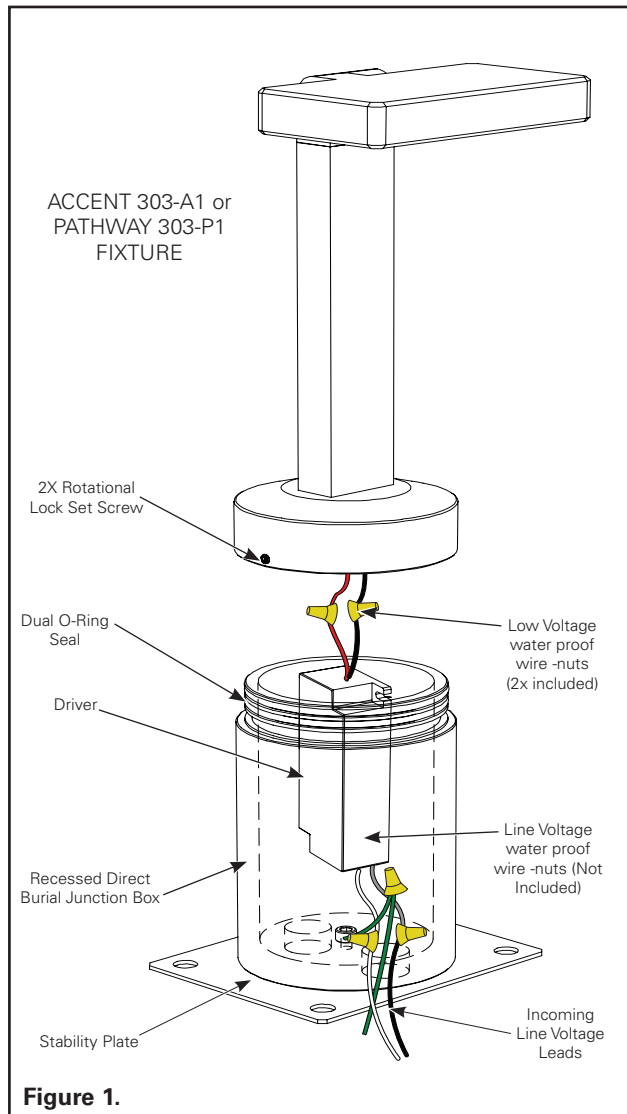

Figure 1.
1. Unpack EON Accent or Pathway Fixture and ensure all included parts are present. Waterproof wire connectors, 9/64" allen key, and 5/64" allen key are required but not included. See Figure 1.
1. Referring to Figure 1, remove fixture from direct burial junction box by backing out the two rotation lock set screws. **DO NOT LOSE OR MISPLACE SET SCREWS.**
5. Aim fixture and lock in place with the two (2) rotation lock set screws.
6. Back fill the remaining gap between the junction box and hole wall with Gravel. Fixture must be installed with a minimum 3" depth of pea gravel or equivalent drainage base. See Figure 1
1. Déballez le luminaire EON Accent ou Pathway et vérifiez la présence de toutes les pièces. Les articles suivants sont nécessaires, mais ne se trouvent pas dans l'emballage : connecteurs de fils résistants à l'eau, clé hexagonale 3,57 mm (9/64 po) et 1,98 cm (5/64 po). Voir Figure 1.
1. En vous référant à la figure 1, enlevez le luminaire de la boîte de jonction directe en retirant les deux vis d'ajustement de rotation. **NE PERDEZ PAS LES VIS D'AJUSTEMENT.**
6. Remplissez les espaces restants entre la boîte de jonction et le bord du trou avec du gravier. Le luminaire doit être installé avec un minimum de 8 cm (3 po) de gravillon ou d'un autre type de base d'évacuation équivalent. Voir Figure 1.